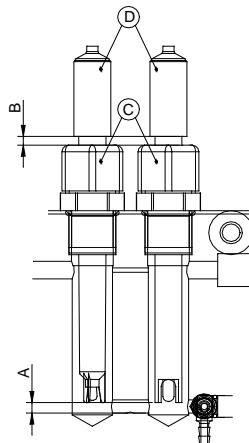

Figura 8 - Dettaglio montaggio elettrodi coppia di elettrodi
Per il montaggio degli elettrodi (Figura 8, pos.D), procedere come descritto in seguito:
- Inserire gli elettrodi facendo attenzione a lasciare meno di 10mm dal fondo della sede nel portasonda in plexiglas (Figura 8, pos.A)
- Serrare a mano le ghiere (Figura 8, pos.C) prestando attenzione ad evitare la rottura della plastica trasparente degli elettrodi stessi